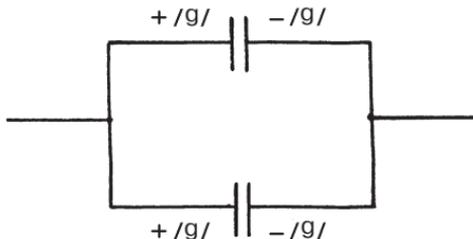

Рис. 4. Параллельное соединение двух конденсаторов
*Параллельное соединение.* При параллельном соединении конденсаторов положительно заряженные обкладки соединены с положительно заряженными, а отрицательно заряженные — с отрицательными (рис. 4).